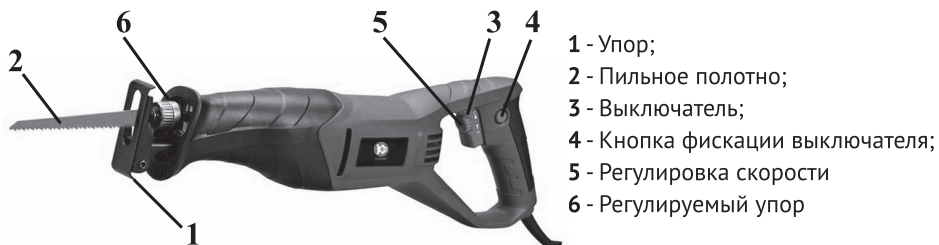

рис. 1
4.1 Общий вид пилы схематично представлен на рис.1